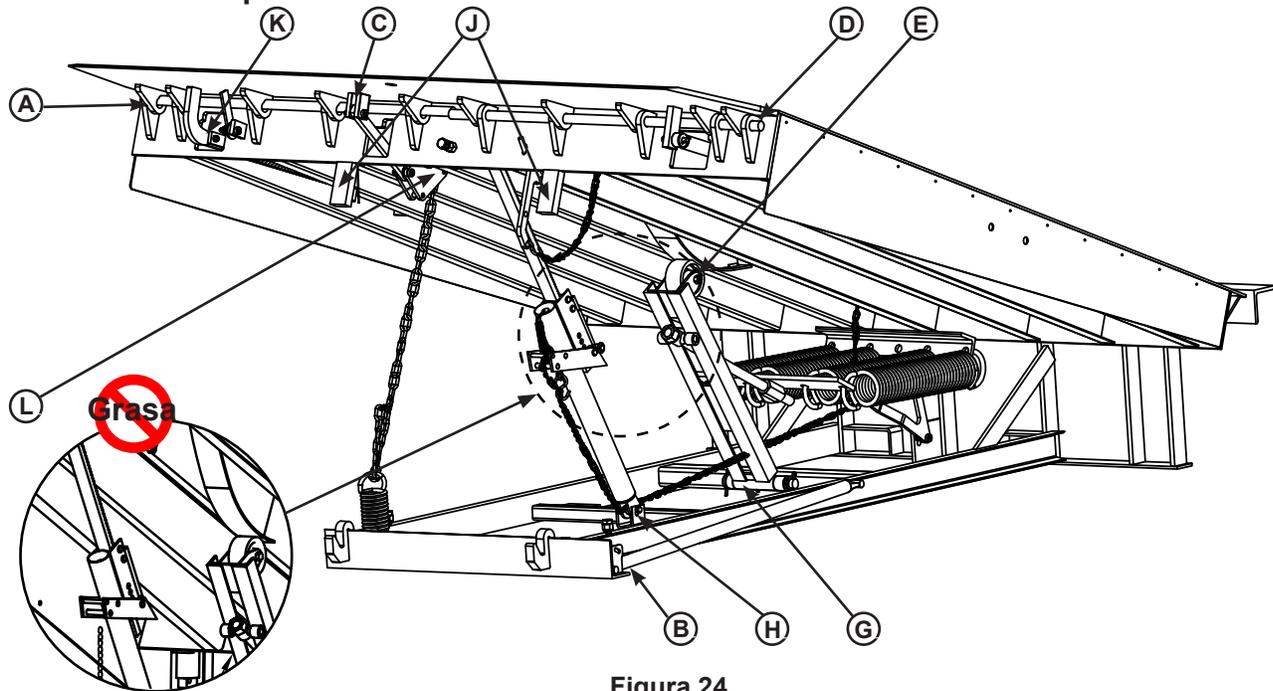

Figura 24
- Lubrique las siguientes áreas con aceite para máquinas ligero (consulte la Figura 24):
- (B) — Pivote de apoyo de mantenimiento de labios
- (C) — Pivotes de percutor de labios
- (H) — Pivote/polea de retención
- (J) — Pivotes de conexión de patas de seguridad
- (L) — Pasador de sujeción a la plataforma
- Lubrique las siguientes áreas con grasa de litio blanca (Consulte la Figura 24):
- (A) — Área de bisagra del labio (inyecte grasa en todos los engrasadores de la bisagra del labio)
- (D) — Área de bisagra de la plataforma (inyecte grasa en todos los engrasadores de la bisagra de la plataforma)
- (E) — (2) engrasadores del buje de rodillos del brazo de elevación
- (G) — Pivote de elevación del brazo
- (K) — Pasador auxiliar de labios